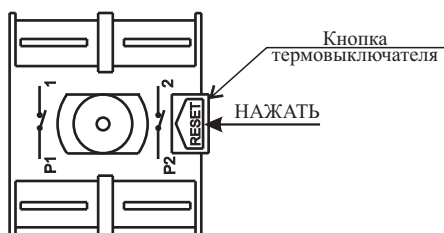

Рисунок 2 - Лицевая панель термовыключателя
- 📖 На баке установлен термовыключатель, который служит для защиты ЭВН от перегрева воды, и отключает его от электросети при достижении водой температуры свыше 95 °С (Лицевая панель термовыключателя показана на рис. 2).
Сработал термовыключатель	Отключить ЭВН от сети, снять крышку, нажать кнопку термовыключателя (рис. 2) до легкого щелчка, поставить крышку на место и включить ЭВН. При повторяющихся срабатываниях термовыключателя - обратиться в сервисную службу.